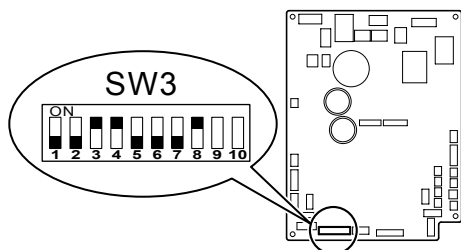

Fig. 6-2
6.2. Configuration de l'appareil intérieur encastre (à réaliser) (Fig. 6-2)